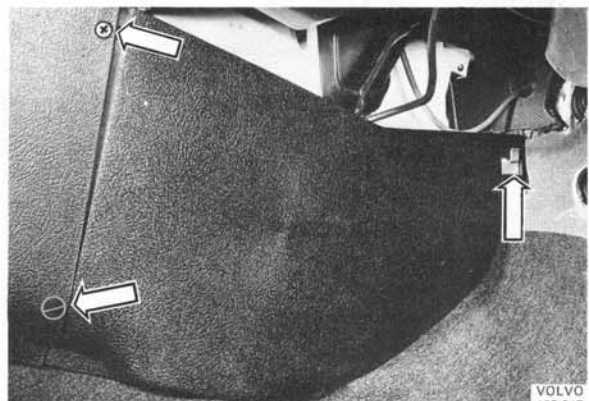

Abb. 77 Ausbau der rechten Verkleidungswand für die Kombiheizung
3. Rechte Seitenwandverkleidung des Klimatorgehäuses ausbauen (Abb. 77).